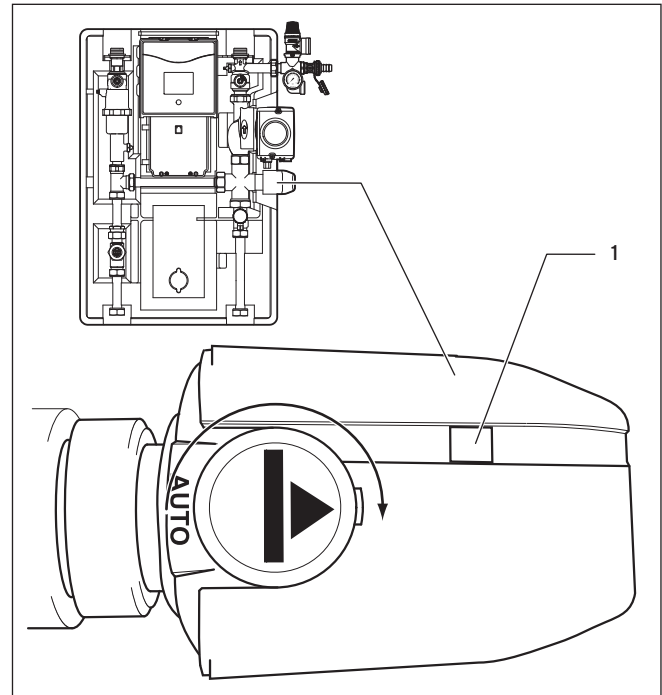

Fig. 5.8 Regolazione della valvola selettiva
Per poter riempire il circuito solare, la valvola selettiva deve trovarsi di fronte alla posizione AUTO (→ **fig. 5.8**).
- ▶ Girare la freccia con un cacciavite adatto sulla posizione di fronte alla posizione AUTO (→ **fig. 5.8**). Dallo spioncino (1) si può vedere che diventa rossa.